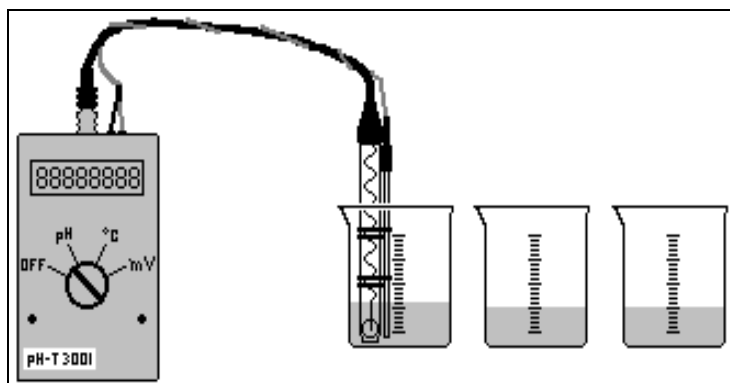

Figura 1
2. Retire la cubierta protectora de la celda del medidor de pH e introdúzcala en la disolución de 0.001 [M], procurando que la punta del electrodo quede completamente sumergida dentro del líquido (como se muestra en la figura 1). Agite ligeramente el electrodo para